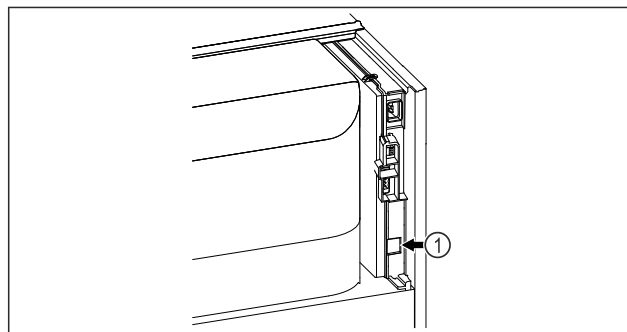

Fig. 132
- A SmartModule Fig. 132 (1) be van helyezve.